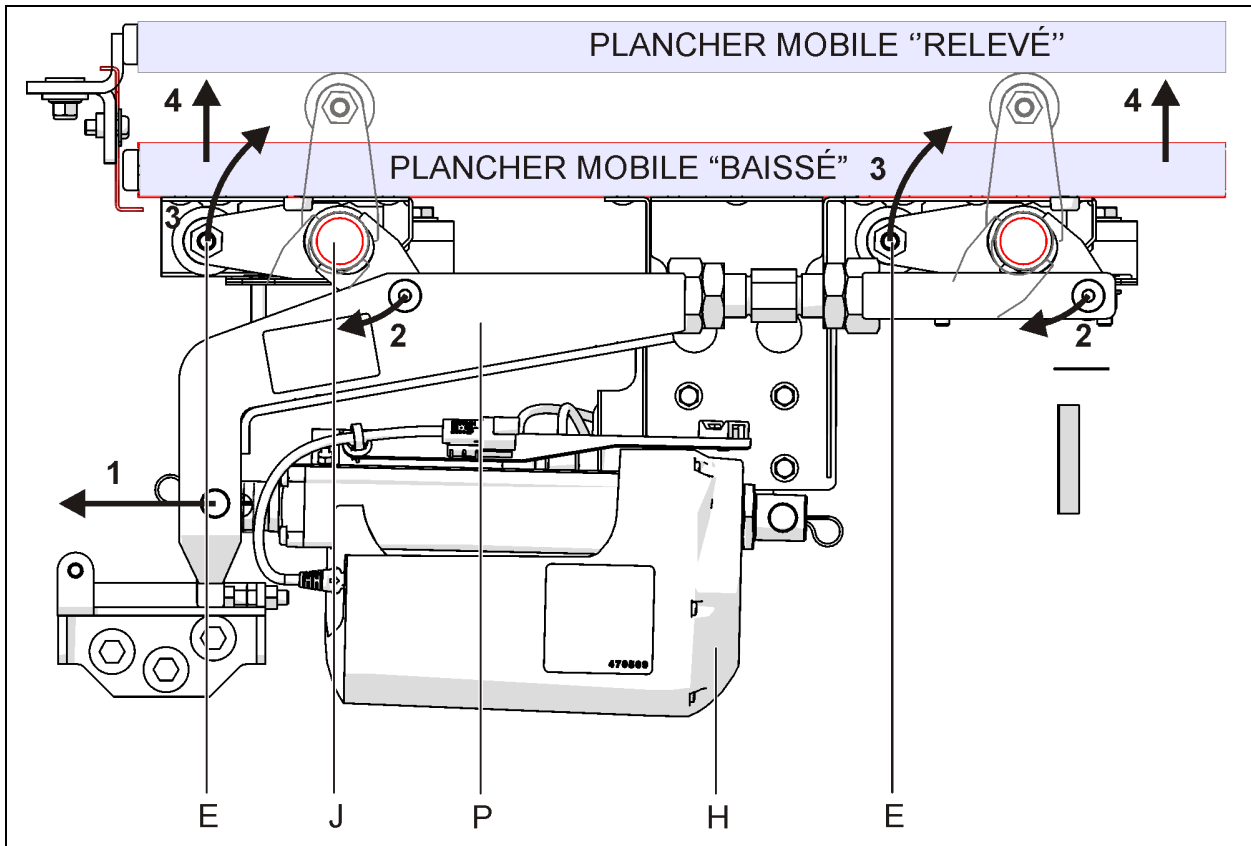

FIGURE 54 : LEVAGE DE PLANCHER AFFLEURANT
Lorsque le piston du vérin électrique sort (Figure 54, 1), le bras de transfert fait tourner les tringles d'arbre de levage du plancher vers l'intérieur (2), faisant tourner simultanément les rouleaux excentriques vers le haut (3), levant efficacement le plancher mobile (4). Le mouvement vertical du plancher est guidé par une paire de paliers linéaires verticaux (G).